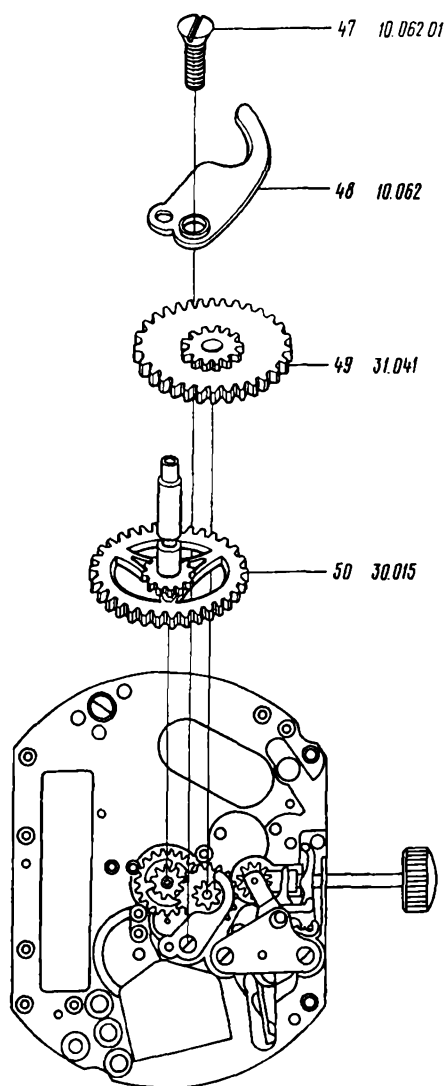

Рис. 151
50. Отвернуть и снять винт 47 моста колеса минутного (рис. 151)